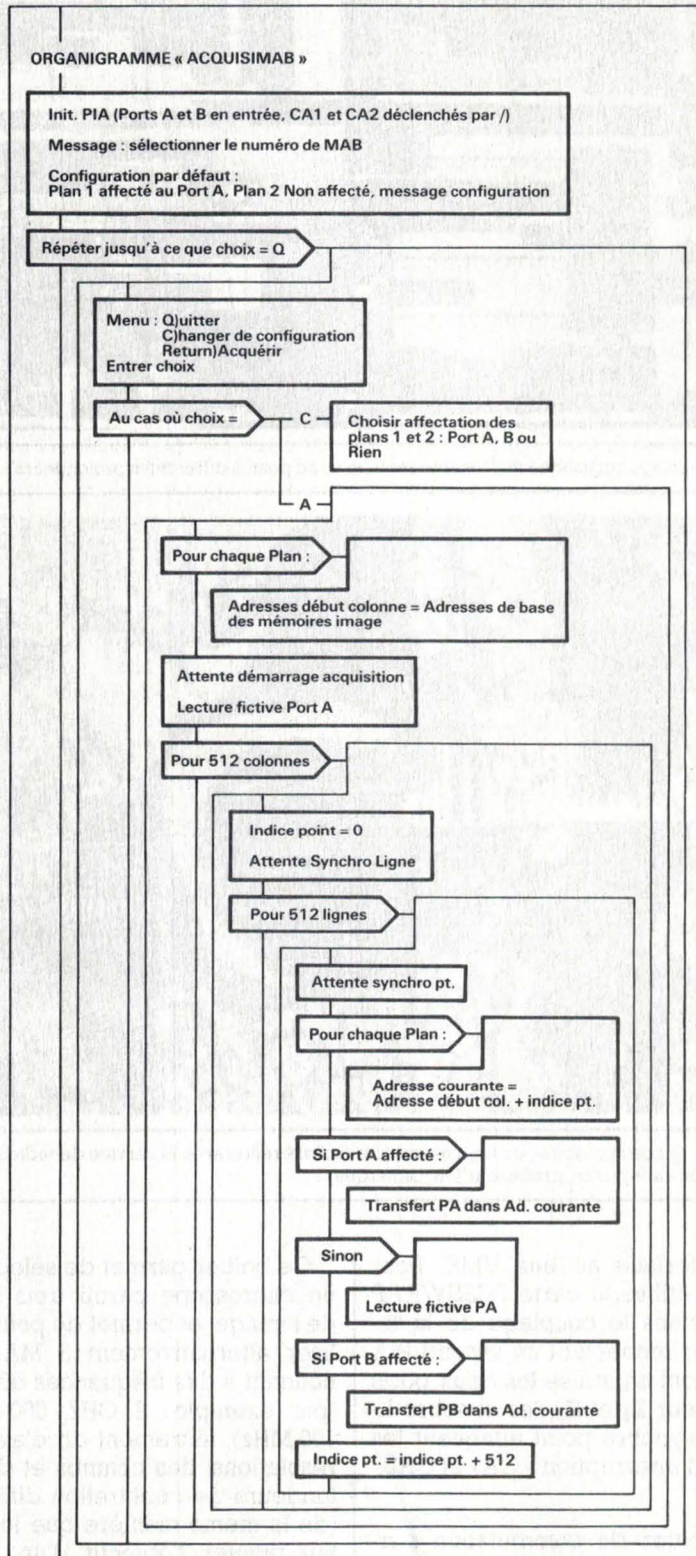

Fig. 5. - Organigramme du logiciel d'acquisition microscope acoustique.
- Le logiciel d'acquisition écrit en assembleur structuré 68000 permet l'acquisition de une ou deux voies (transmission ou réflexion) de chaque microscope (organigramme fig. 5).